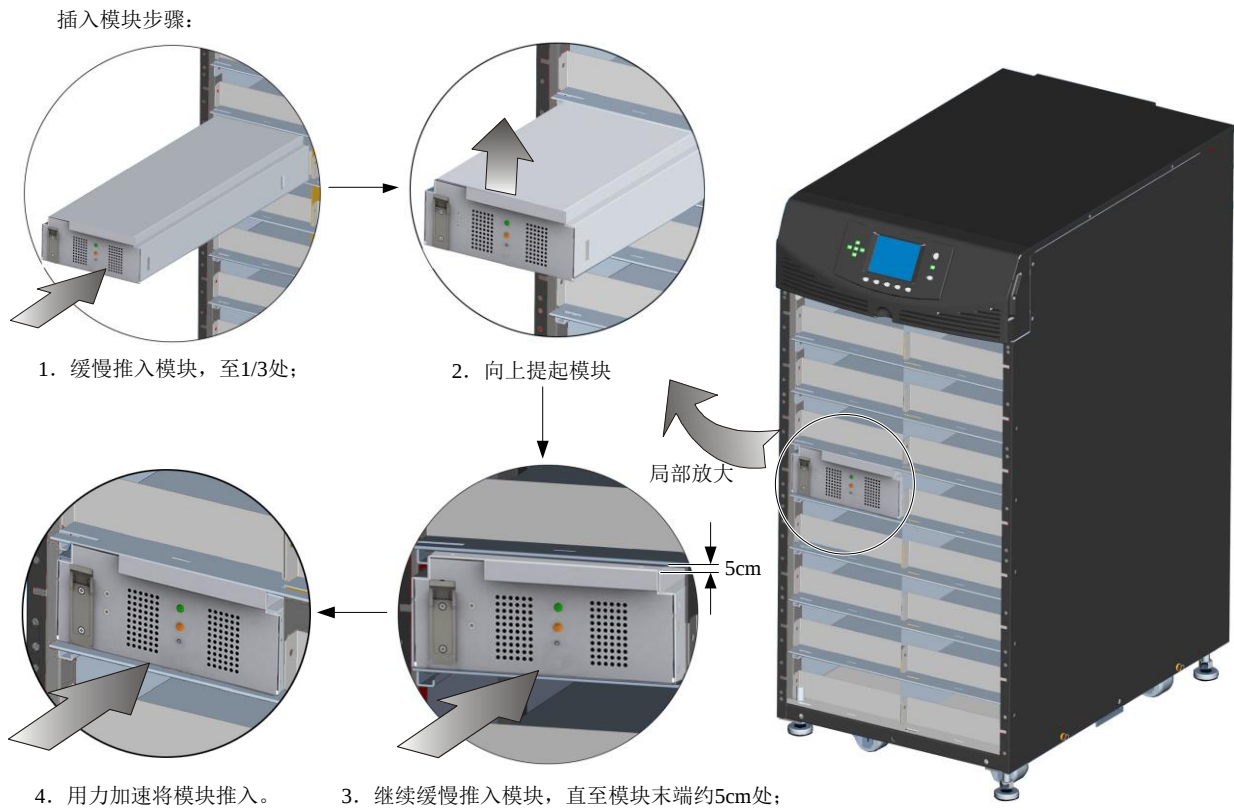

图2-15 插入功率模块、电池模块和充电器模块
2. 缓慢将模块推入插框，至大约 1/3 处时，模块卡住，此时向上提起模块，然后继续推进模块至模块末端约 5cm 处，再用力加速将模块推入，以确保能够将模块完全插入，如图 2-15 所示。